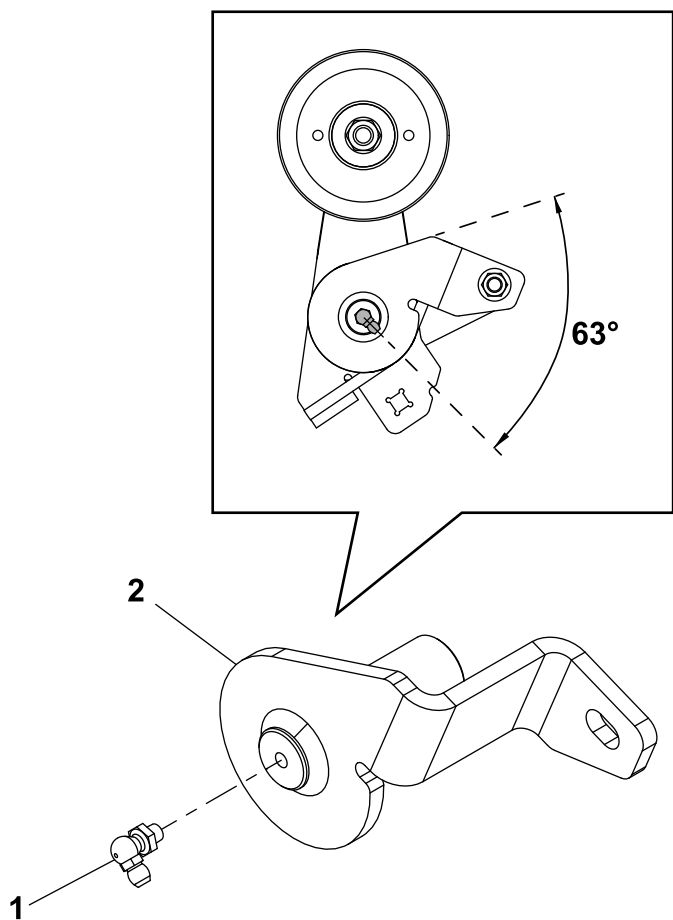

Figur 4
1. Monter styreremskiven på styrearmen med en bolt ($\frac{1}{2}$ " x $1\frac{3}{4}$ "), en afstandsbøsning og 1 låsemøtrik ($\frac{1}{2}$ "). Se Figur 4.